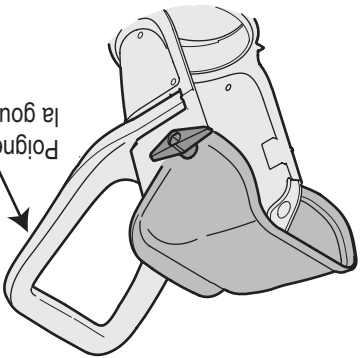

Figure 1
On peut changer la direction de projection de la neige en tournant la manivelle de la goulotte. Voir la Figure 1. La distance de projection peut être modifiée en relevant
**AVERTISSEMENT : Ne soulevez pas la souffleuse par la poignée de la goulotte. Voir la Figure 1.**